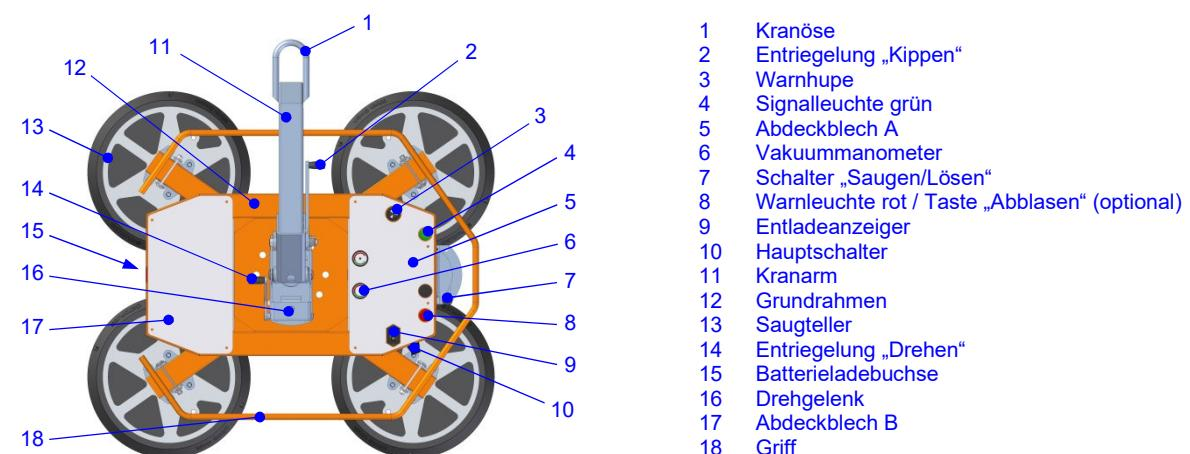

Abb. 1: OKTOPUS® GLASS-Jack GL-N 800 mit Handschiebeventil
Die funktionellen Hauptbaugruppen sind (s. Abb. 1 bis 4):
- ⇒ Richten Sie den Grundrahmen wie in Abbildung 1 gezeigt aus.
Der Entladeanzeiger ist entsprechend Abb. 1 am Gerät angeordnet.